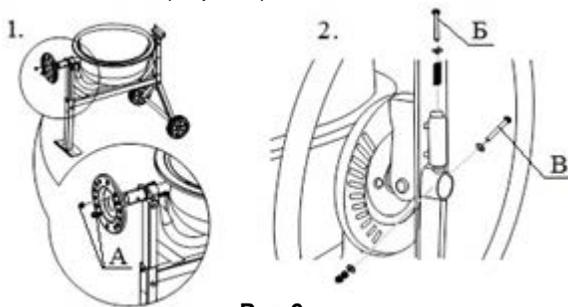

Рис.6
#### 5. Сборка поворотной рукоятки (рис.6).
5.2. Используя крепежный комплект №4, закрепите пластину с помощью двух болтов М8х25 (А; рис.6) с шайбами.
5.3. Заверните болт М8Х50 (Б; рис.6) в трубу поворотной рукоятки. Вставьте шайбу и затем пружину в трубу. Удерживая пружину пальцем, наденьте рукоятку на вал. Нажмите рукоятку вниз пока отверстия на валу и трубе поворотной рукоятки не совпадут. Вставьте болт М10Х70 (В; рис.6) с шайбами и